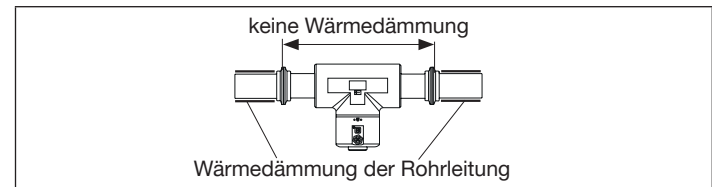

Bild 10: Wärmedämmung der Rohrleitung
- Wenn die Rohrleitung mit einer Wärmedämmung versehen ist, das Messrohr des Geräts nicht thermisch isolieren, damit die Temperatur im Gerät unterhalb 70° C liegt. Siehe „Bild 10“ und „Bild 15“ für die Mindestversorgungsspannung.